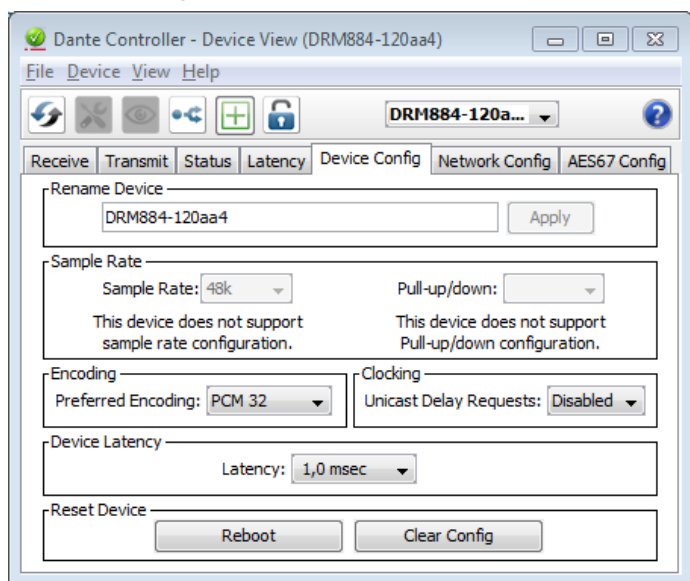

Abb. 10 Device-View vom DRM-884
- 5) In der dritten Leiste lassen sich unterschiedliche Informationen zu dem Gerät anzeigen und Einstellungen vornehmen. Den Reiter „Device Config“ auswählen (siehe Abbildung 10).